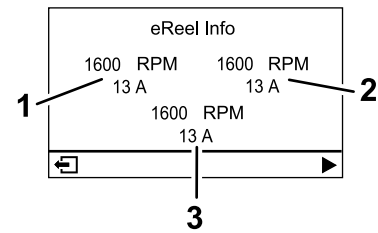

図 23
- **eリールモーター画面** 図 23 各カッティングユニットモーターの回転数と電流を表示します